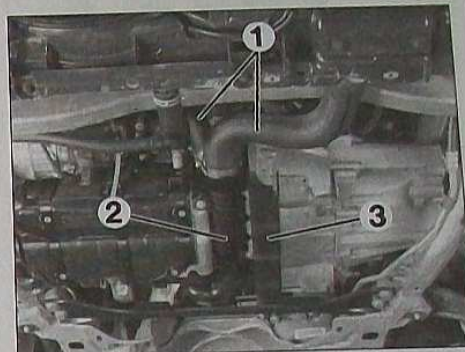
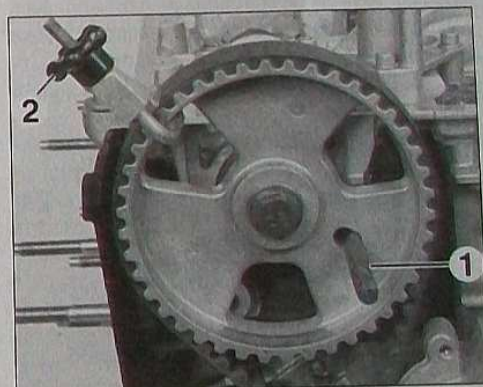
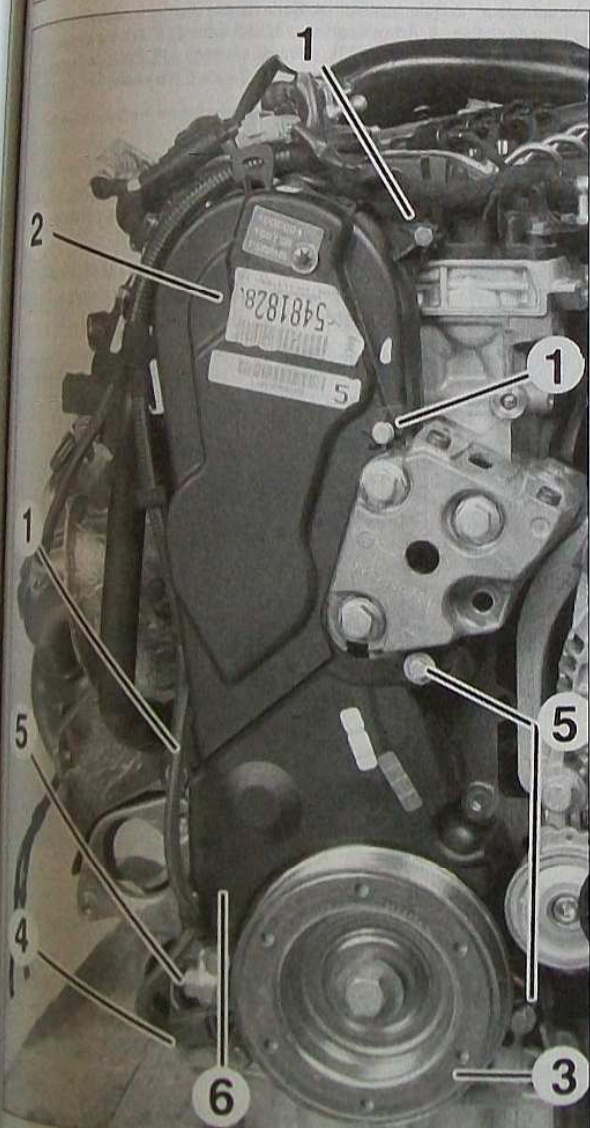
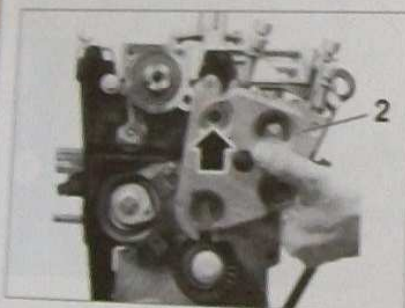

FIG. 11
FIG. 12
FIG. 10
FIG. 15
- les 3 vis (1) du carter supérieur de distribution (Fig.10).
- le carter supérieur de distribution (2).
- les 2 durits (1) (Fig.11).
- le conduit (2).
- la tôle (3).
- Piger l'arbre à cames à l'aide de l'outil (1) (ref. Peugeot 0188-M. Ø de la pige : 8 mm) (Fig.12).
- la poulie de vilebrequin (3) (Fig.10).
- le capteur de position du vilebrequin (4).
- les 2 vis de fixation supérieure (3) de la patte de fixation (2) du support moteur.
- Débloquer le vis (4) commune au galet enrouleur.
- Déposer la patte (2) de fixation du support moteur (Fig.15) en la tirant vers le dessus du moteur.
- Maintenir la courroie en place sur la roue dentée à l'aide d'un outil adapté (2) (Fig.12).
- Poser et serrer la patte du support moteur (2).
- Déposer les outils de maintien (2) (Fig.12) de la courroie de distribution et l'outil de centrage de la roue dentée de vilebrequin (Fig.15).